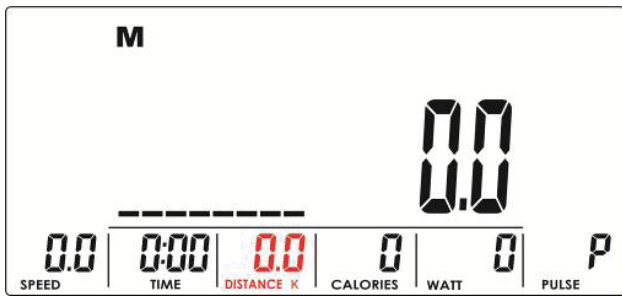
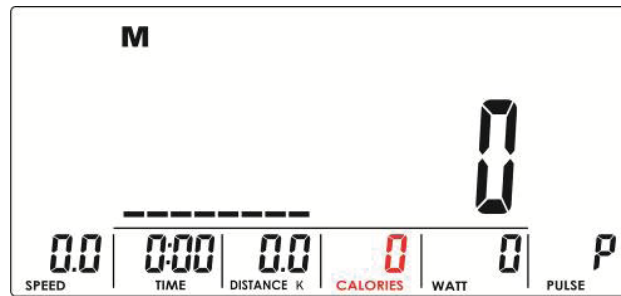

Afbeelding 19
Afbeelding 20
2. De console geeft UX (Afb. 19) weer en start de meting (Afb. 20 tot 21).